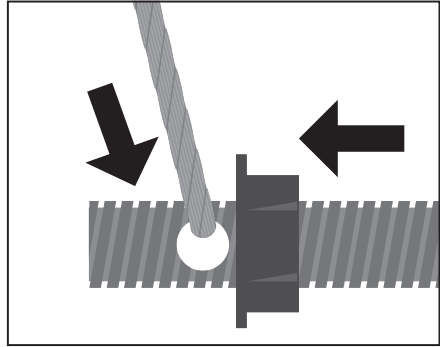

Fig. 11
5. Voer staalkabel via bovenste geleidingswiel naar buitenkant kolom, steek door montage gat in bout en draai vast (Fig. 11).